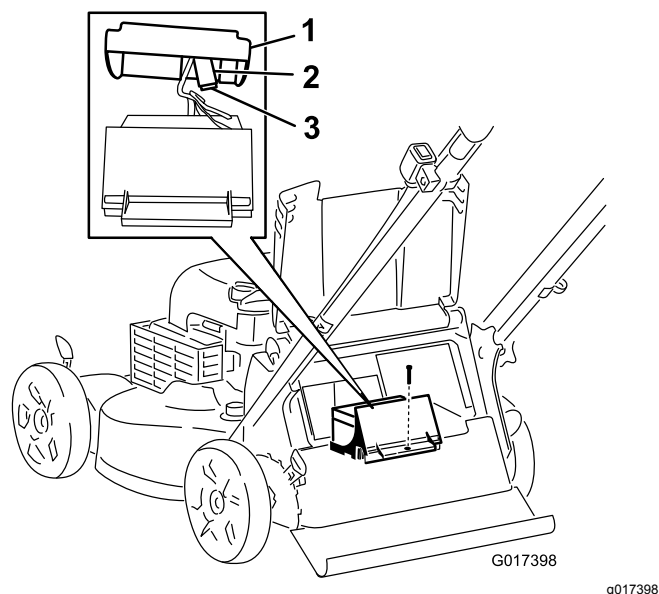

Figure 37
3. Enlevez la vis de fixation du logement de la batterie, sortez la batterie et localisez le fusible (Figure 37).
4. Remplacez le fusible dans le porte-fusible (Figure 37).